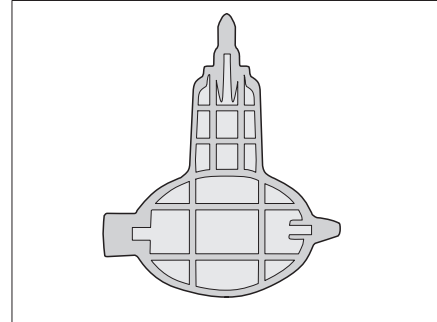

Bild 357 Schlüssel für Siphon (nur Alpha)
- ▷ Dem Modell Alfa liegt ein Schlüssel (Bild 357) zum Lösen des Siphons bei.